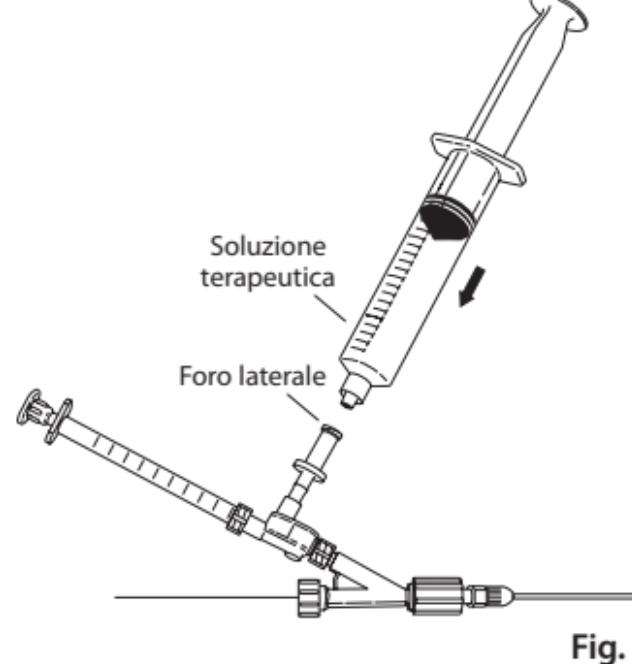

Fig. 7
9. Per avviare la procedura per la somministrazione desiderata di soluzione terapeutica, rimuovere la siringa da 20 mL contenente soluzione fisiologica eparinata e lasciare una goccia di soluzione sul raccordo laterale. Prima di collegare al raccordo laterale un'altra siringa piena di fluido, verificare che tutte le bolle d'aria siano state eliminate. Ricollegare una siringa piena di soluzione terapeutica. (**Fig. 7**)